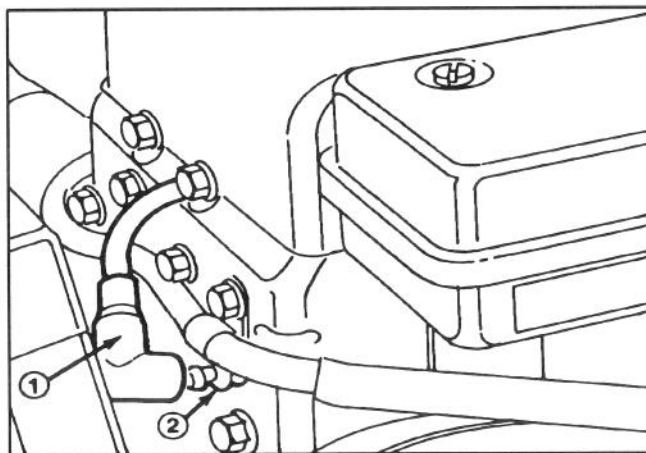

Figure 17
2. Retirer le fil de la bougie d'allumage et déposer la bougie de la culasse (Fig. 17).